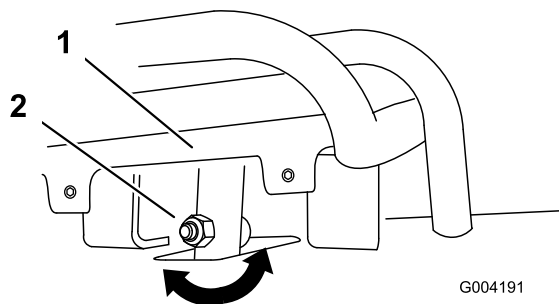
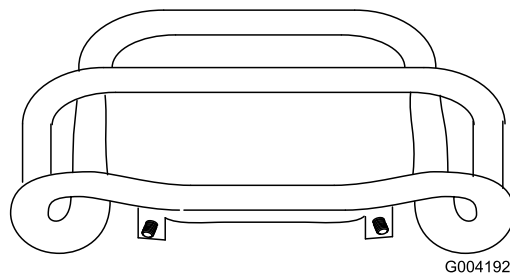

Figura 53
Figura 54
4. Se la parte anteriore del comando della trazione non rimane dritta e a filo con la barra di riferimento, allentare il dado flangiato e imbullonare lo stelo del comando della trazione (Figura 53).
5. Regolare il comando della trazione in modo che rimanga a filo con la barra di riferimento quando viene tirato all'indietro (Figura 53 e Figura 54).